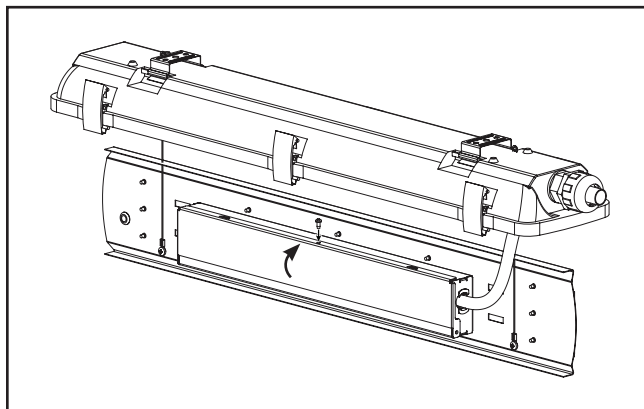

Figura 15.
16. Cierre la puerta del gabinete del conductor y asegúrela con el tornillo de la puerta del conductor. (Figura 15) Sin tocar las placas de LED, levante la bandeja de engranaje y póngala de vuelta en su lugar, alineando los orificios rectangulares con los clips de la bandeja de engranajes. Coloque de nuevo la bandeja de engranajes en su lugar.